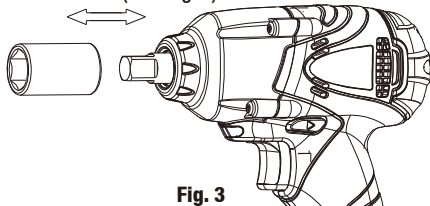

Fig. 3
1. Inserire le chiavi nel basamento (vedi Fig. 3).
1. Estrarre direttamente la chiave dal basamento (vedi Fig. 3).